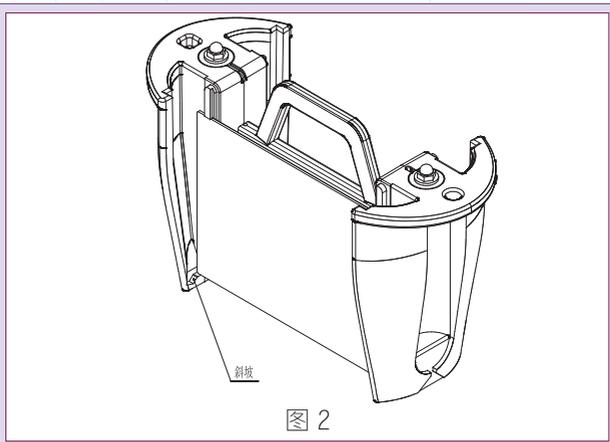

图 2
1.1.2 推动矮玻璃板下端，使玻璃板上端与密封胶条凸台的下沿贴合好，见图2。